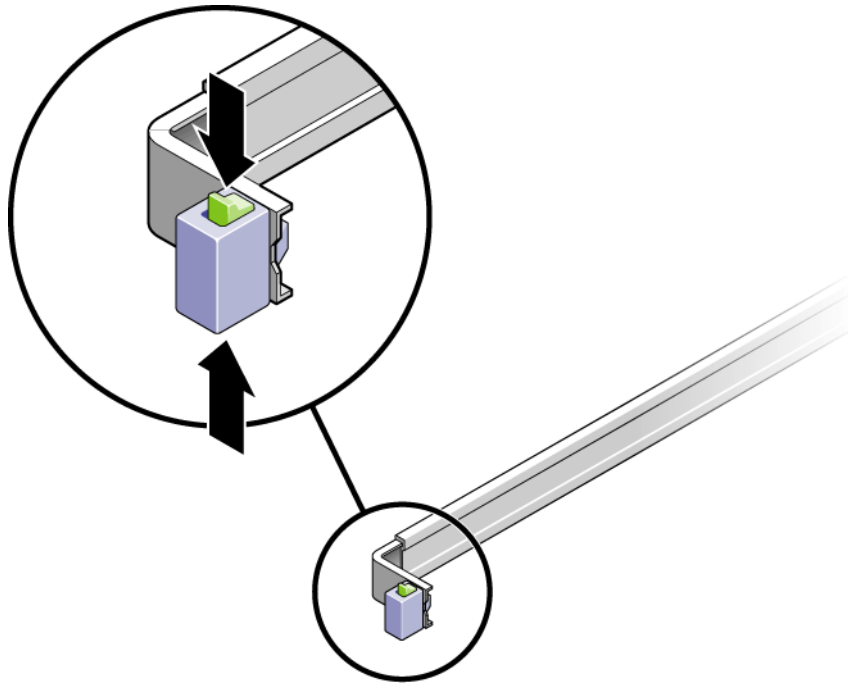

図 2-13 スライドレール構成部品のロックの解除
2. シャーシの右側および左側のスライドロックボタンのロックを解除して (図 2-13)、スライドレールが止まるまでサーバーをゆっくりとラックから引き出します。